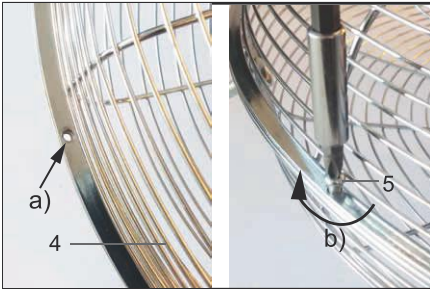

Fig.2: Montage Schutzgitter
Die Löcher von beiden Hälften müssen jeweils übereinanderliegen. Siehe Abb. 2 a).
5. Stecken Sie zunächst alle Kreuzschlitzschrauben (5) durch die dafür vorgesehenen Löcher beider Gitterhälften.
6. Drehen Sie die Schrauben dann jeweils in diagonaler Reihenfolge im Uhrzeigersinn fest, Abb. 2 b).